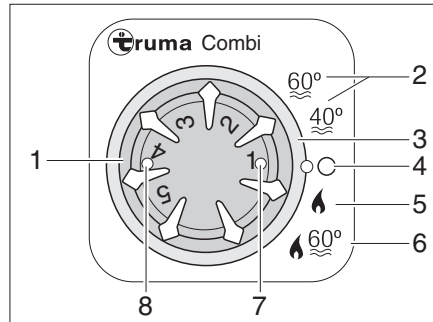

Fig. 111 Centralina di controllo per riscaldamento/boiler
- Impostare la modalità di funzionamento tramite l'interruttore girevole (Fig. 111,3).
Il riscaldamento seleziona da solo lo stadio necessario del bruciatore a seconda dello stadio di riscaldamento regolato. Durante la modalità di funzionamento "Riscaldamento e boiler" (Fig. 111,6) si riscalda anche l'acqua nel boiler. Nella modalità di funzionamento "Riscaldamento senza boiler" (Fig. 111,5) il riscaldamento può funzionare anche con boiler vuoto.
- Posizionare la manopola della temperatura (Fig. 111,1) della centralina di controllo sullo stadio di riscaldamento desiderato.
- Posizionare l'interruttore girevole (Fig. 111,3) sul funzionamento invernale "Riscaldamento senza boiler" (Fig. 111,5) o sul funzionamento invernale "Riscaldamento e boiler" (Fig. 111,6).
La spia di controllo verde (Fig. 111,7) si accende.
- Posizionare l'interruttore girevole (Fig. 111,3) su "O" (Fig. 111,4).